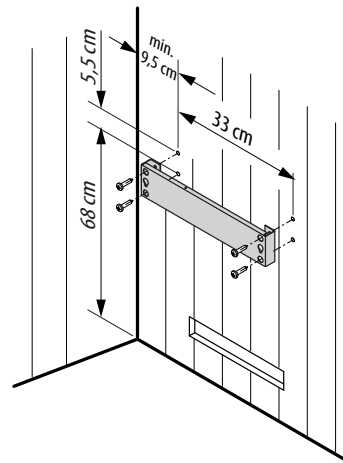

Abb. 3
- Die Wandhalterung gemäß Abb. 3 mittig über der Luftp Eintrittsöffnung mit den beige-fügten Spanplattenschrauben an der Kabinenwand festschrauben.